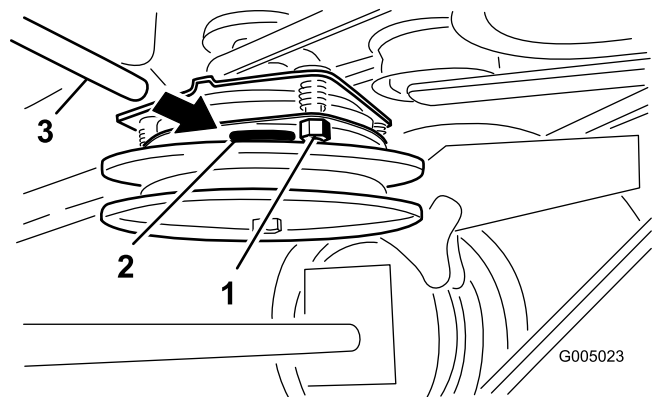

Figure 41
- Serrez les contre-écrous jusqu'à ce la jauge d'épaisseur fléchisse légèrement mais puisse bouger facilement dans l'entrefer (Figure 41).